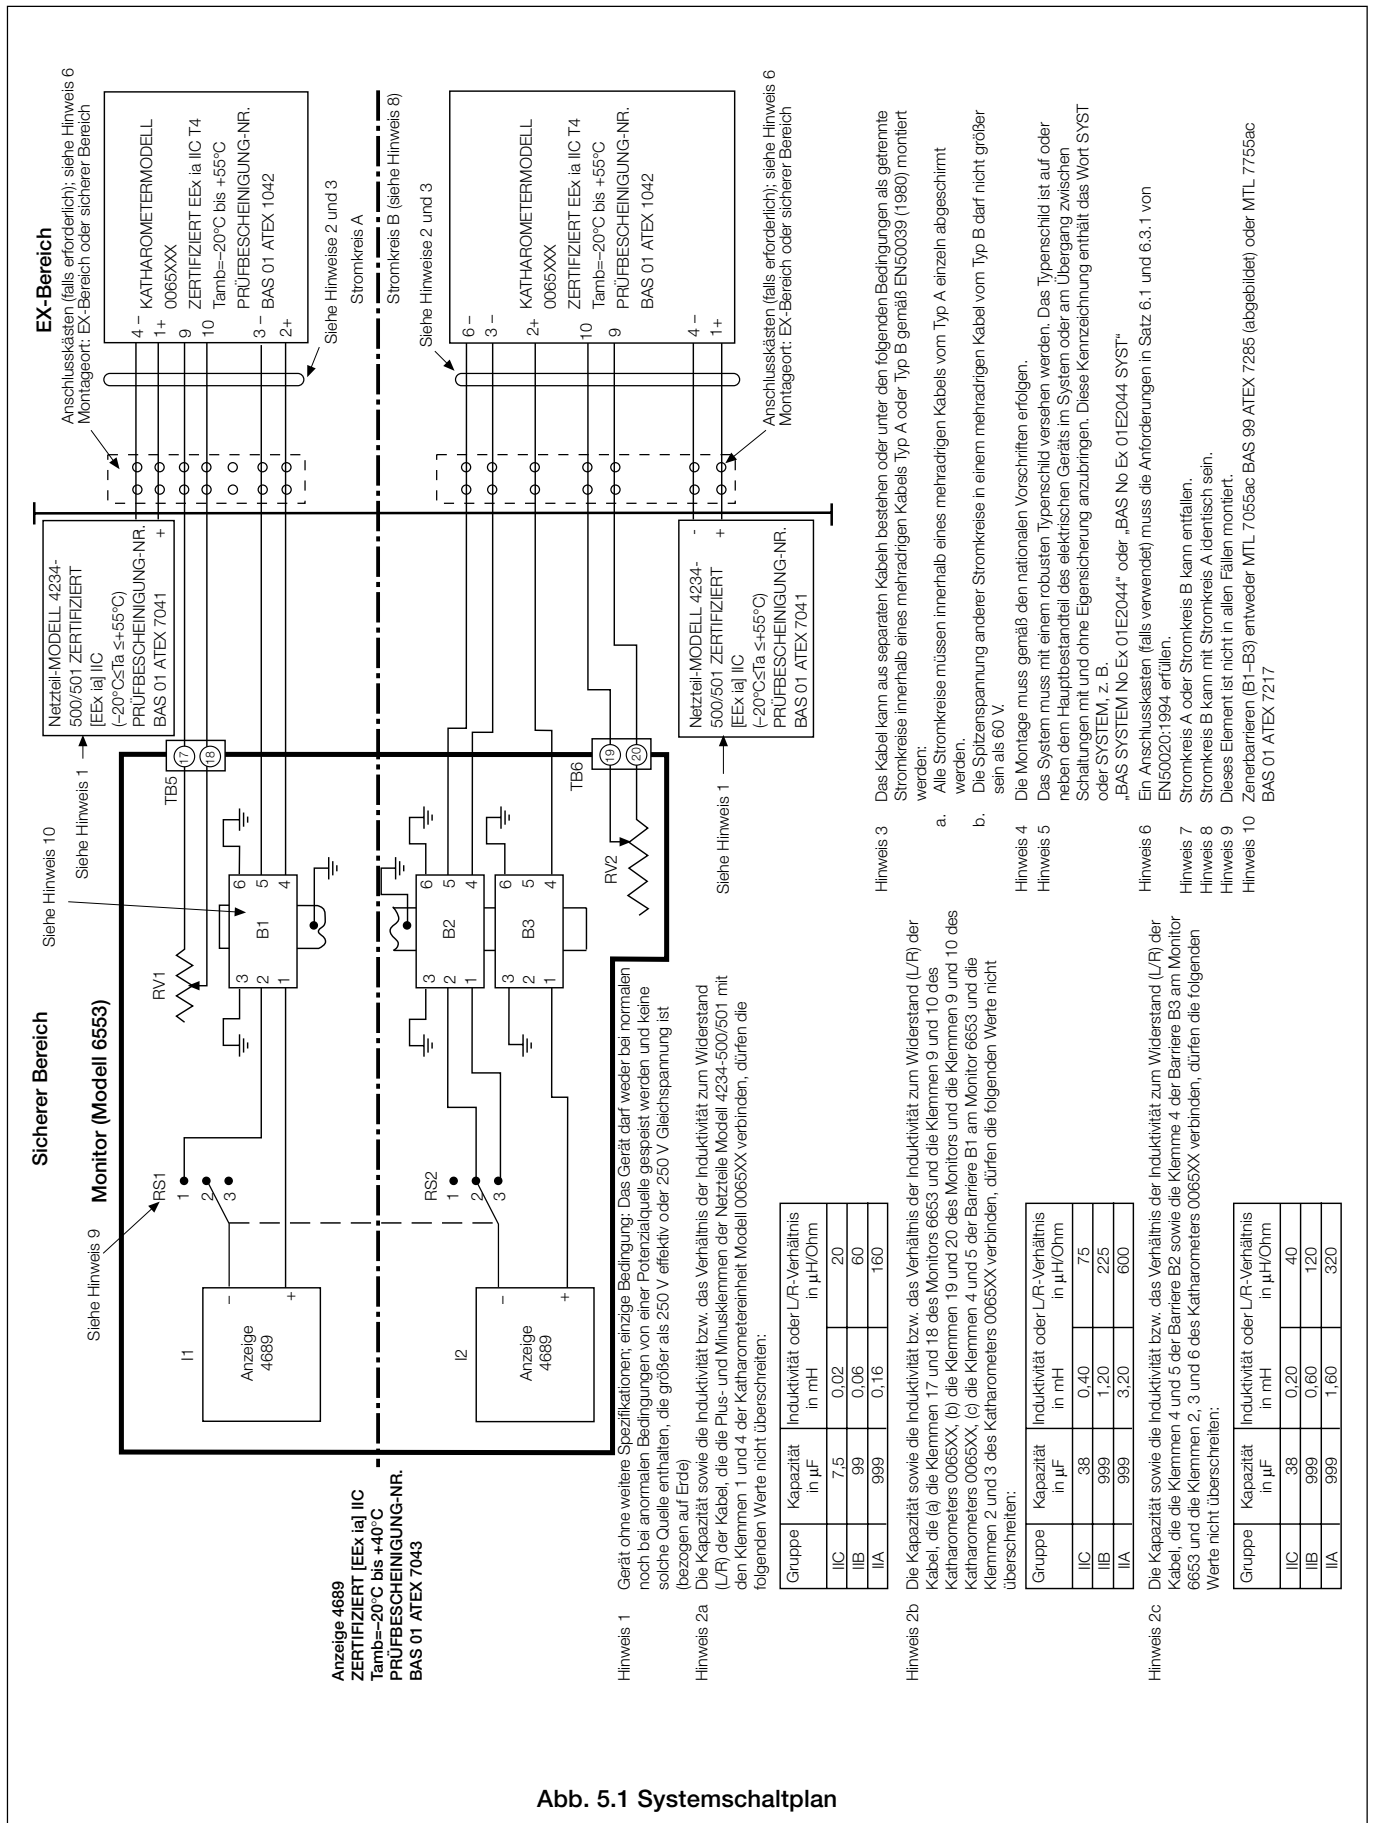

Abb. 5.1 Systemschaltplan
5.1 Elektrische Verbindungen – Abb. 5.1
In Abb. 5.1 werden die unbedingt einzuhaltenen Verdrahtungsanforderungen des Gasanalysatorsystems AK100 aufgeführt. Außerdem werden genaue Angaben zu den Kabelanforderungen gegeben, die unbedingt zu befolgen sind – siehe Abschnitt 5.2.1.
Die elektrischen Anschlüsse entsprechend den Verdrahtungsplänen (siehe Abb. 5.1 und 5.2) und den Angaben in Abschnitt 5.2.1 vornehmen.
Die Verbindungskabel zwischen den verschiedenen Einheiten im Gasanalysatorsystem unterliegen aufgrund der Prüfbescheinigung für die Eigensicherheit strengen Beschränkungen. Die Kabelanforderungen sind nachstehend aufgelistet und werden in Abb. 5.1 ausführlicher dargestellt.
Die verfügbare Auswahl an Kabeln ist aufgrund der Einschränkungen aus der Prüfbescheinigung begrenzt. Die Kabeleigenschaften dürfen die in der Bescheinigung genannten Grenzwerte nicht überschreiten – siehe Hinweise 2a, b und c in Abb. 5.1.